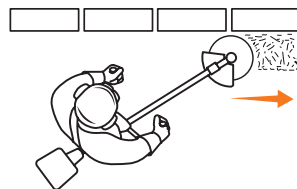

Рис. 17
- При кошении вдоль ограждений ведите косу катушкой вперед левой стороной к ограждению следите, чтобы нить не касалась ограждения (Рис. 17).